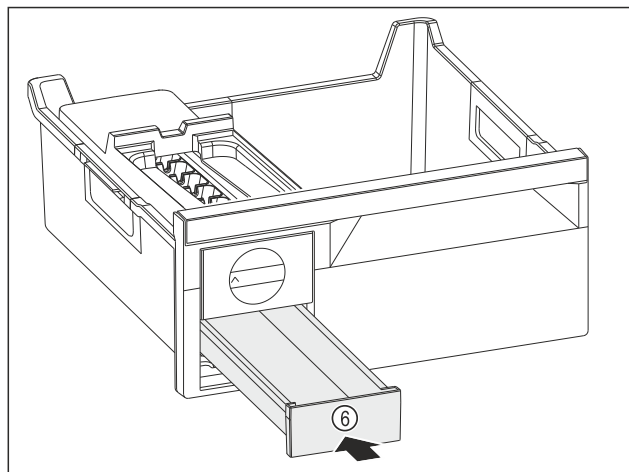

Fig. 115
- ▶ Wsunąć szufladę na kostki lodu Fig. 115 (6).